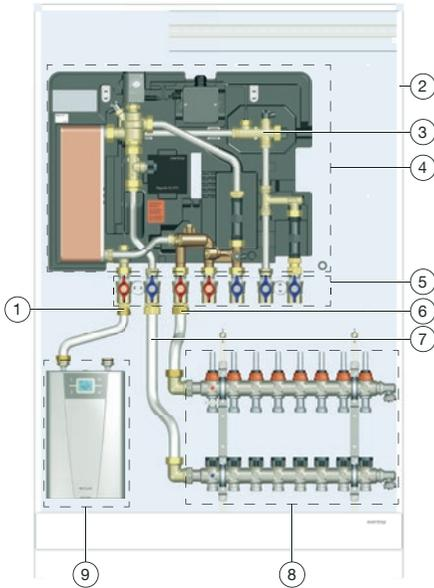

Abb. 2: Anlagenschema
- ▶ Demontieren Sie den Durchflusssensor (siehe Position 3 in Abb. 2 auf Seite 8).